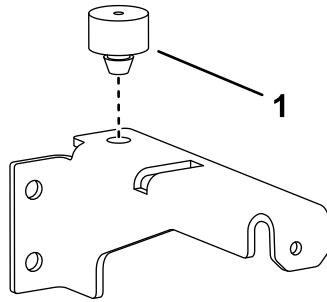

Bild 8
- Montieren Sie die Stoßstange an der linken Halterung der Verkleidung (Bild 8).